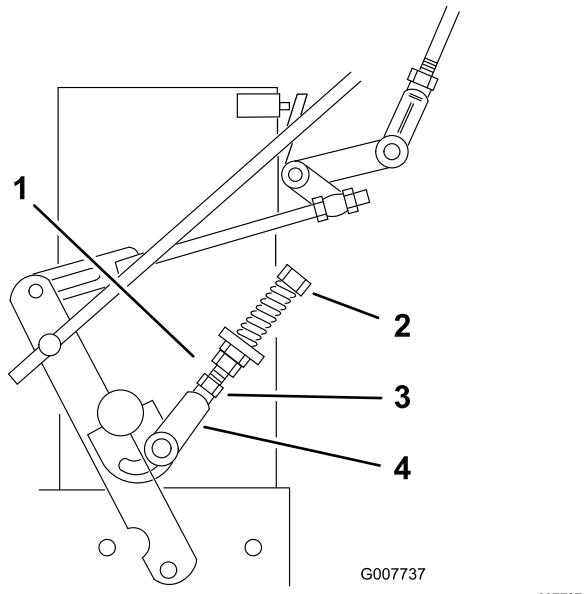

Figure 34
9. Si la roue tourne pendant que vous maintenez le levier de déplacement à la position POINT MORT, il faut régler les tringles de commande du point mort (Figure 34). Si la roue cesse de tourner, passez à l'opération 12.
10. Desserrez l'écrou contre la chape de la tringle de commande de point mort (Figure 34).
- contre le ressort de point mort (position POINT MORT) (Figure 34).
12. Tournez le boulon de réglage de 1/4 de tour approximativement dans le sens horaire si la roue tourne en arrière ou de 1/4 de tour approximativement dans le sens antihoraire si la roue tourne en arrière (Figure 34).